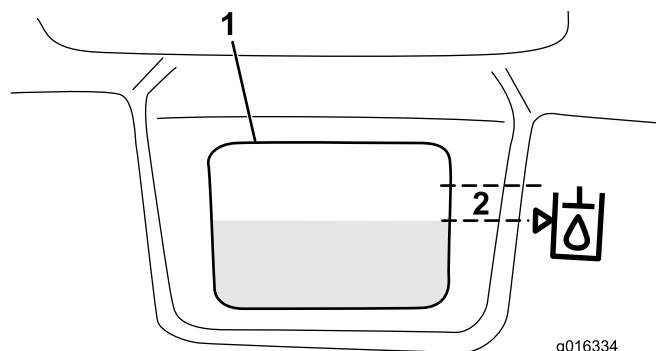

図 31
3. 油圧オイルタンクに、適切な油圧オイルを入れるオイルの高さが、油圧オイルタンクの前側面についている確認窓の横にある矢印から6mm以内に入るまで入れる **図 31**。入れすぎないこと。